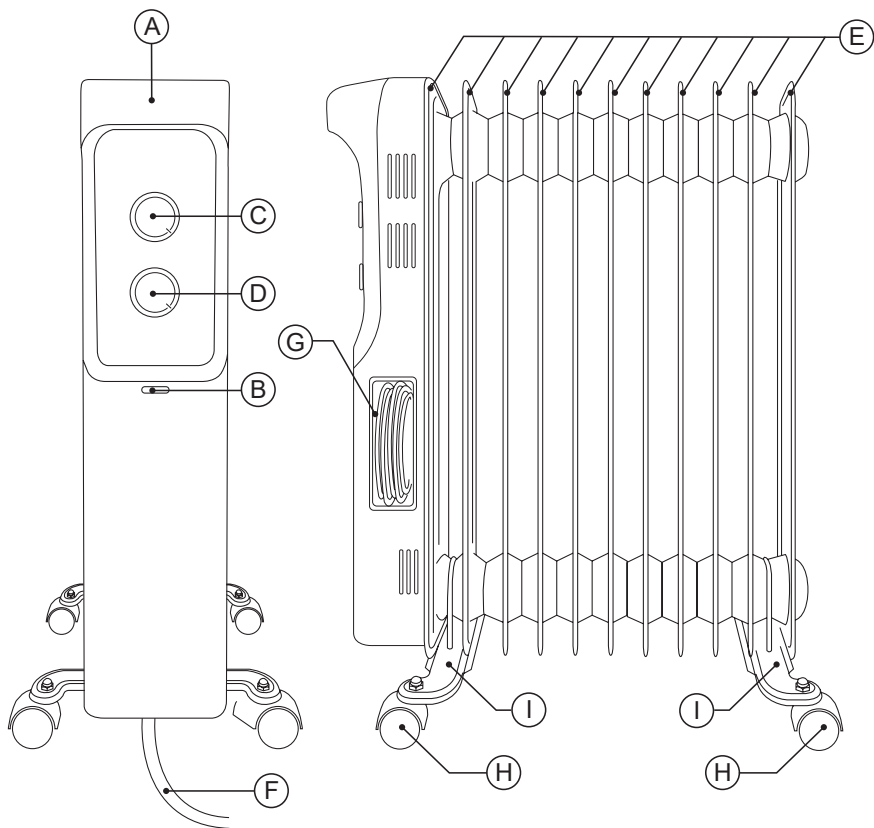

Fig.1
- Posicionar los soportes de las ruedas en el primer y último elemento del radiador. (Fig 1).